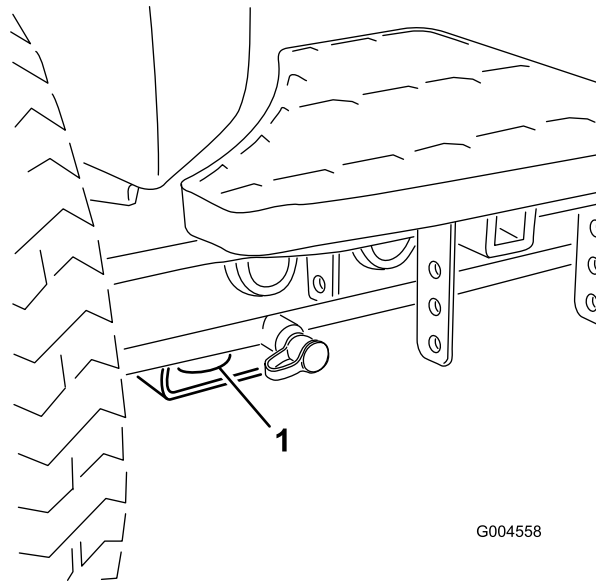

Bild 44
- Vorne: Loch im Rechteck unter dem Achsenrohr in jedem Vorderreifen (Bild 44).